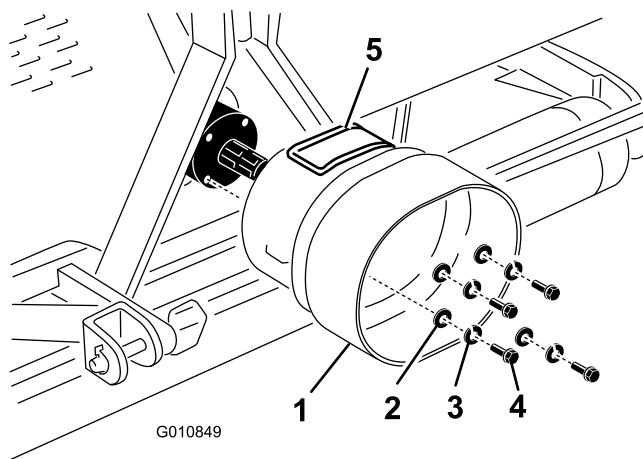

Figure 16
1. Retires les 4 boulons, rondelles-freins et rondelles plates qui fixent l'arrière de la boîte d'engrenages de l'aérateur (Figure 16).
- Montez la protection de la PDF sur la boîte d'engrenages de l'aérateur avec les fixations retirées précédemment (Figure 16). Lors du montage de la protection de la PDF, veillez à positionner le panneau d'accès (Figure 16) en haut ou sur le côté de la configuration du bâti de l'aérateur.
Remarque: Le panneau d'accès (Figure 16) peut être ouvert pour faciliter le retrait et la remise en place des fixations de montage de l'arbre de PDF.